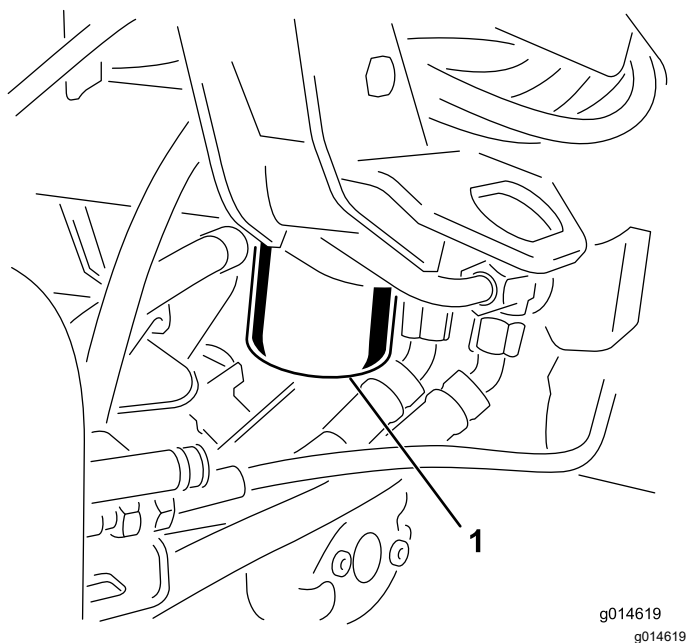

图 53
1. 清洁过滤器安装区周围的区域 图 53。在过滤器下面放置一个放油盘并拆下过滤器。